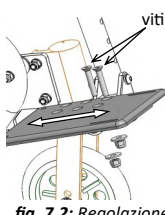

fig. 7.2: Regolazione profondità
• Regolazione profondità del poggiapiedi (fig. 7.2):